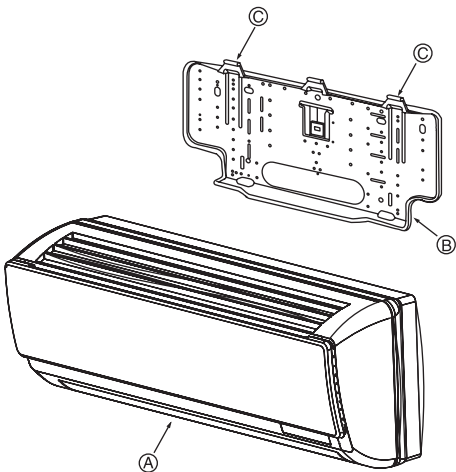

Fig. 3-8
- ① 安装板
- ② 支撑板
- ③ 凹陷处
3.3. 安装机组 (Fig. 3-8)
- ① 将室内机组的悬挂装置固定在墙壁固定装置的扣上。
- ② 当管道敷设完成后，用螺钉将室内机组装在墙壁固定装置上。
- ① 室内机组
- ② 墙壁固定装置
- ③ 扣